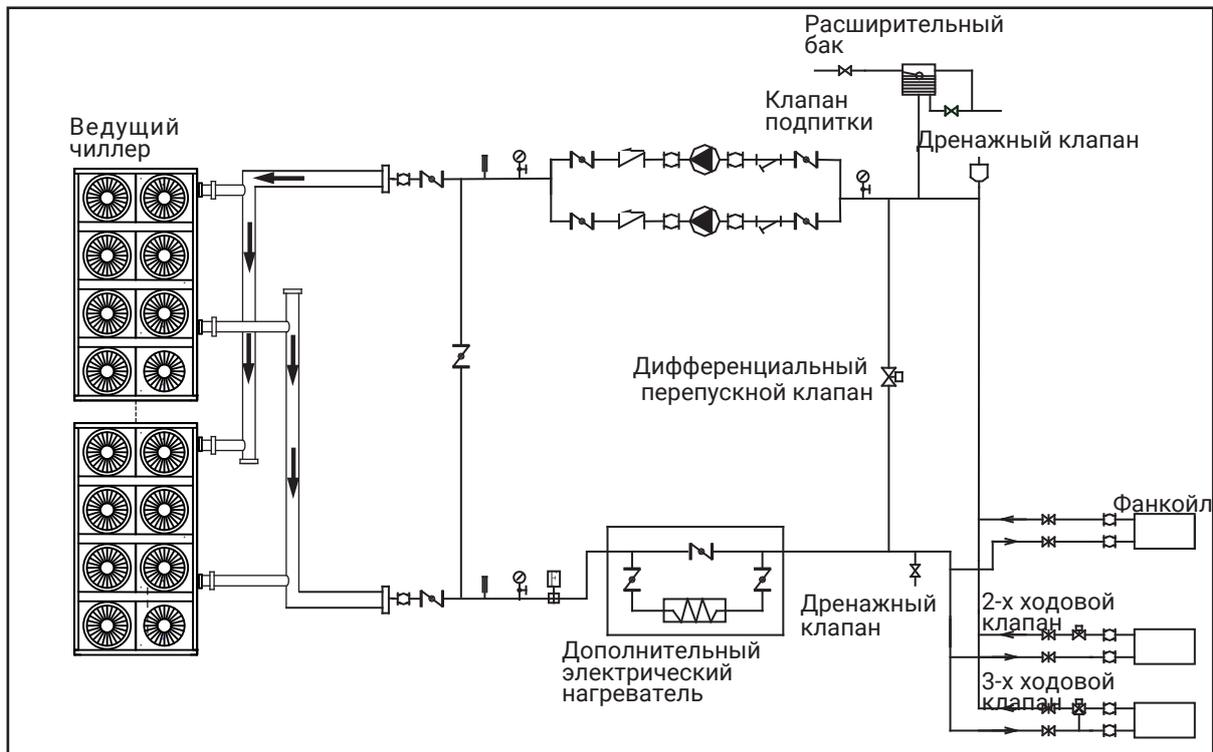

Рис.6-1
h. Для упрощения очистки гидравлической системы перед началом эксплуатации на теплообменнике необходимо смонтировать перепускные трубы и клапаны (см. рис.6-1). Во время технического обслуживания это позволит отключать теплообменник от гидравлической системы, не нарушая работу других теплообменников.